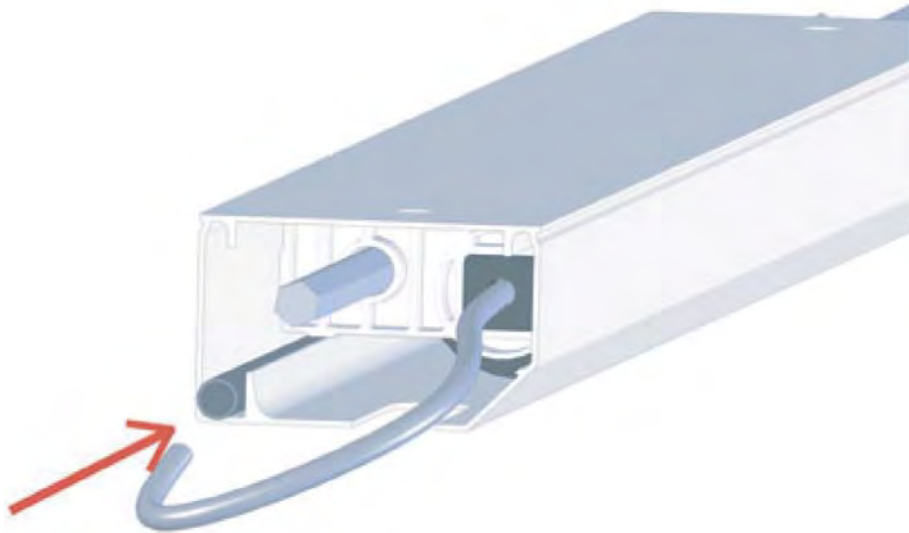

Fig. 13
- passer le câble électrique dans le tube en PVC prévu à cet effet (voir l'image de la Fig. 13).